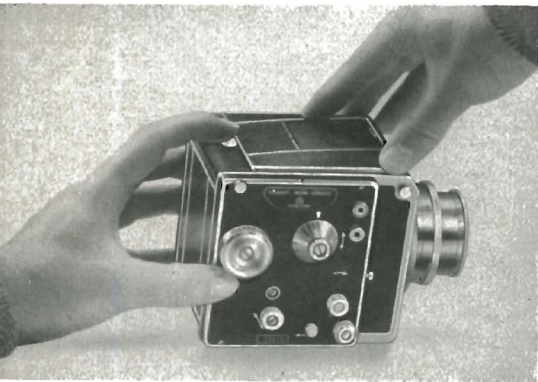

Abb. 1
Vor dem Einlegen des Filmes in die PRIMAR-REFLEX II darf folgender Handgriff nicht vergessen werden: Das Ausschalten des Filmzählwerkes! Man drückt den Schaltknopf (8) schräg nach vorn unten. Danach wird die Kamerarückwand (5) geöffnet, indem der Schließriegel (4) zunächst nach hinten bis zum Anschlag und dann nach unten gedrückt wird. Die Rückwand springt nun von selbst auf. Um das gleichzeitige Aufspringen des Lichtschachtes (1) zu verhindern, drückt man leicht mit der einen Hand, während die andere den Schließriegel betätigt, auf den Lichtschachtdeckel (siehe Abb. 1). Nachdem die Kamera-